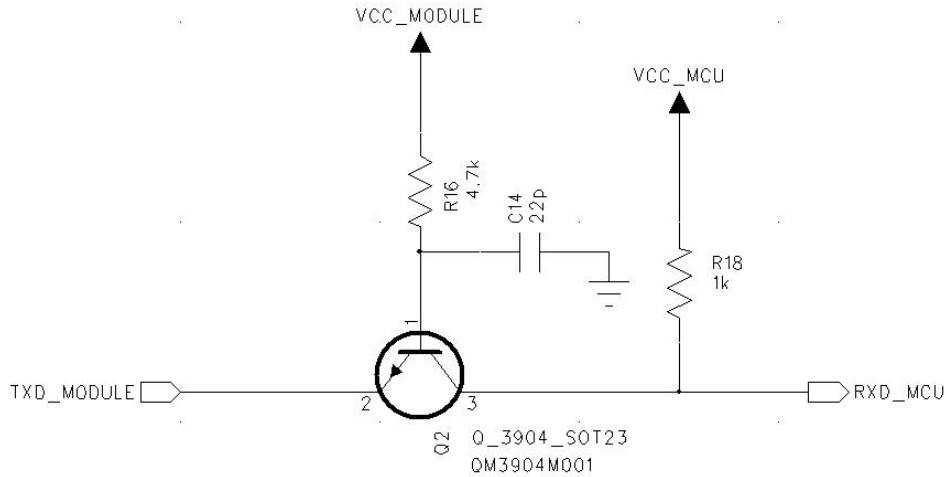

图 6-3 UART 接口 RX 电平转换参考设计
3.单片机作为上位机：如果单片机电源与模块电源不一致时需要使用电平转换，例如图 6-3/6-4 所示，使用三极管实现电平转换，图中电阻仅为示意，设计时请重新计算。图中的二极管为肖特基二极管（前向压降为 0.3V），如果选用其它二极管请选择前向压降小的，以保证在输入低电平时，RXD_module 的电平在低电平输入阈值以下。